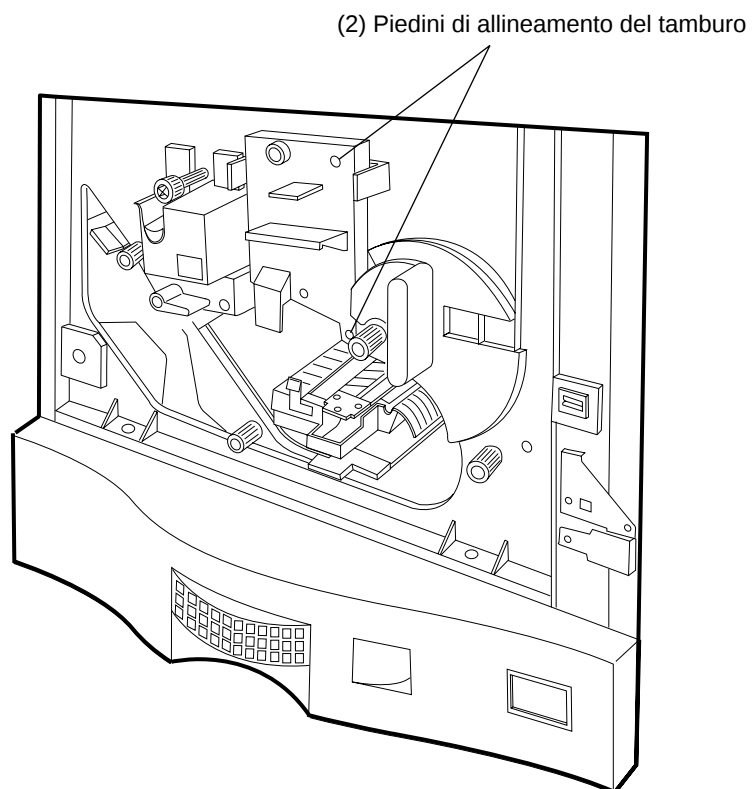

Figura 4-29 Posizioni dei piedini di allineamento del tamburo
2. Spingere con cura il tamburo sui piedini di posizionamento (Figura 4-29).